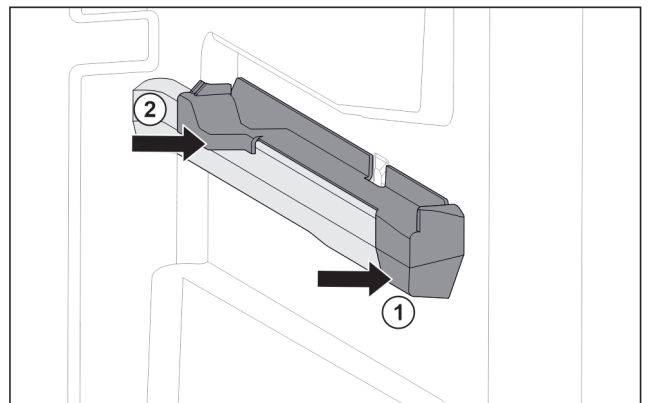

Fig. 119 Felhúzható elem a jobb oldali tartóbordán
- ▶ A felhúzható elemet elől tegye fel a tartóbordára. Fig. 119 (1)
- ▶ Hátul nyomja meg a felhúzható elemet. Fig. 119 (2)